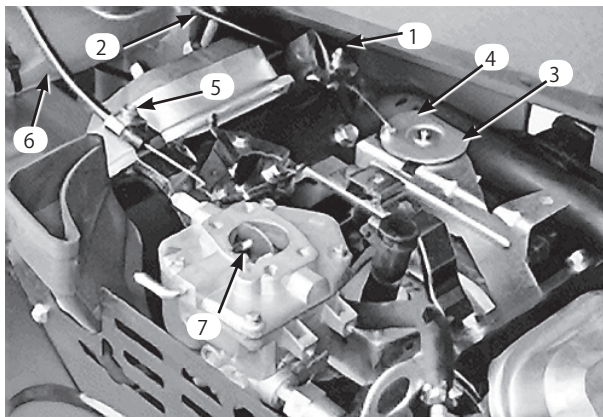

図37
1. スロットル・ケーブルをエンジンに止めているクランプをゆるめる (図37)。
3. ケーブルをしっかりと引いて、スイベルの後部をストップに当てる (図37)。
1. チョーク・ケーブルをエンジンに止めているクランプをゆるめる (図37)。
3. ケーブルをしっかりと引いて、チョーク・バタフライを完全に閉じ、クランプを締める (図37)。